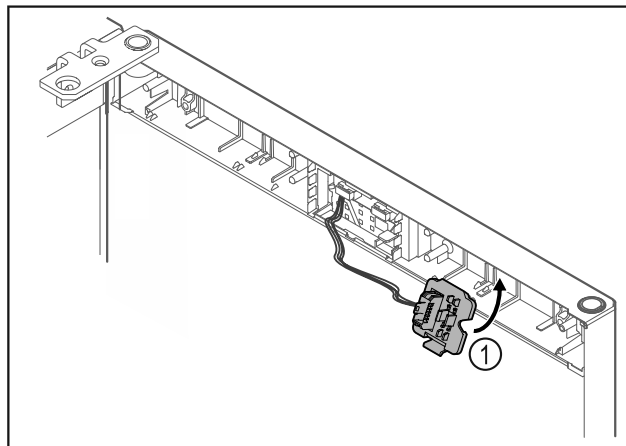

Fig. 18
- ▶ Haakige pistikuhoidik Fig. 18 (1) vastasküljel kinni.